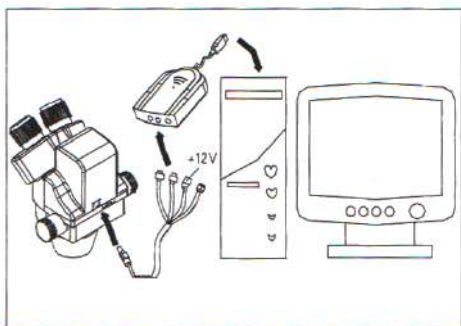

Рисунок 11
5. Подключите кабель ПАВ к внешнему источнику питания 12V DC (см. рисунок 11).